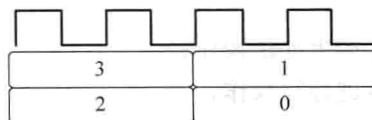

图 5.23 操作时序(2)
(2) 指定资源:可以指定用于实现每一个操作符的核。如图 5.23 所示,使用 2 级的流水线核(硬件)实现每个乘法器。通过使用 2 个流水线的乘法器,就可以执行相同的 4 个乘法操作(分配限制乘法器为 2)。